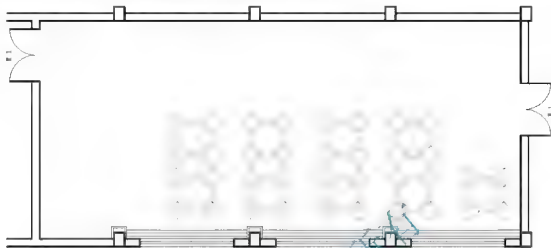

图 4.45 阵列复制四人餐桌
(11) 使用【阵列】命令复制出其他 9 组桌子和凳子, 参考参数为: 2 行、5 列、行偏移 1600, 列偏移 2100。
(12) 将右上角一组桌椅删除, 结果如图 4.45 所示。